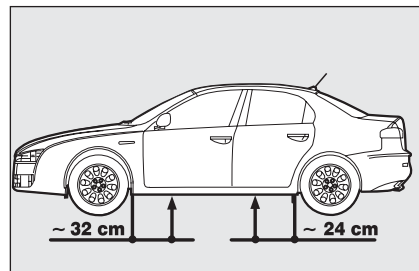
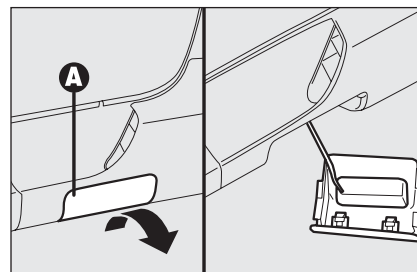

fig. 7
fig. 9
- il cric va inserito alla distanza indicata in **fig. 7** (per le versioni dotate di minigonne è necessario, prima di inserire il cric, togliere la copertura **A-fig. 9** ubicata sulla minigonna stessa, agendo come indicato in figura);